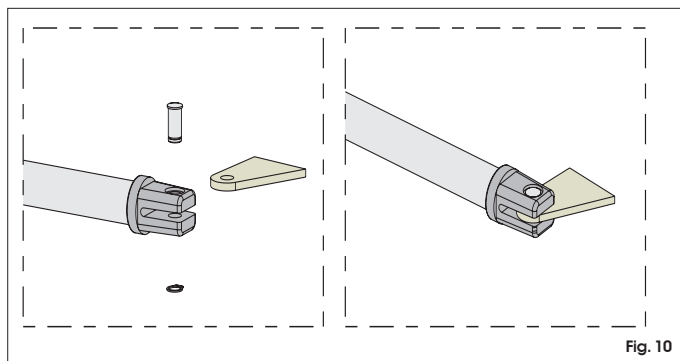

Fig. 10
- 7) Assembleer de voorste beugel zoals aangegeven op fig.10.